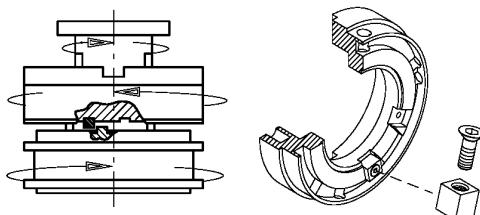

FIG. 1
- Nella versione .../AM qualora sia necessario invertire la posizione del tassello di arresto meccanico è necessario smontare il gruppo, svitare la vite del tassello e rimontarlo nell'altra sede libera (FIG. 1). Ri-montare infine il dispositivo avendo cura di ingrassare tutte le parti in movimento.
- In version .../AM if it necessary to reverse the position of a mechanical stop it is necessary to disassemble the unit, remove the screw and reassemble in the other slot (FIG. 1). Finally re-assemble the device, using the grease in all moving parts.